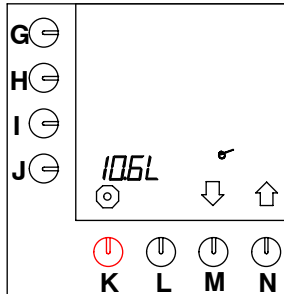

Fig. 30 Cantidad total de agua.
- Una vez introducido el código PIN maestro, fig. 30 aparece en el display.